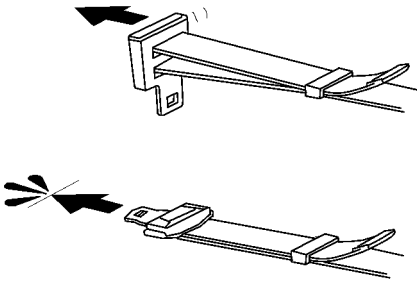

图 17－122 检查安全带应不会伸长
备注：各螺钉的代号安装位置见图 17－13 所示。
拉伸试验。将安全带调整到适当的长度，加上稳定的负载，检查安全带应不会伸长，如图 17－122 所示。
(1) 行车试验。固紧前座位安全带，以 16km/h 的速度行驶汽车，并紧急停车，检查安全带应被锁紧且不能伸长，如图 17－123 所示。